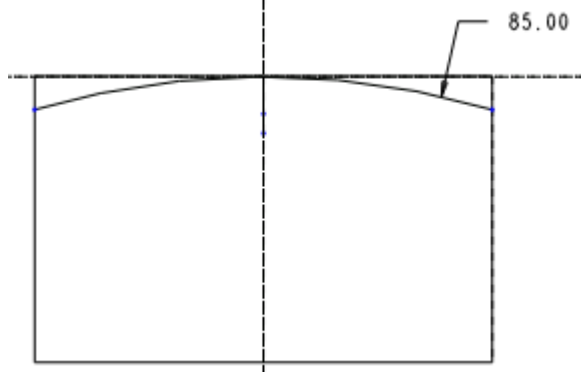

图 42-7
- (4) 选择 RIGHT 基准面为草绘平面，绘制如图 42-7 所示的一段圆弧作为扫描剖面。